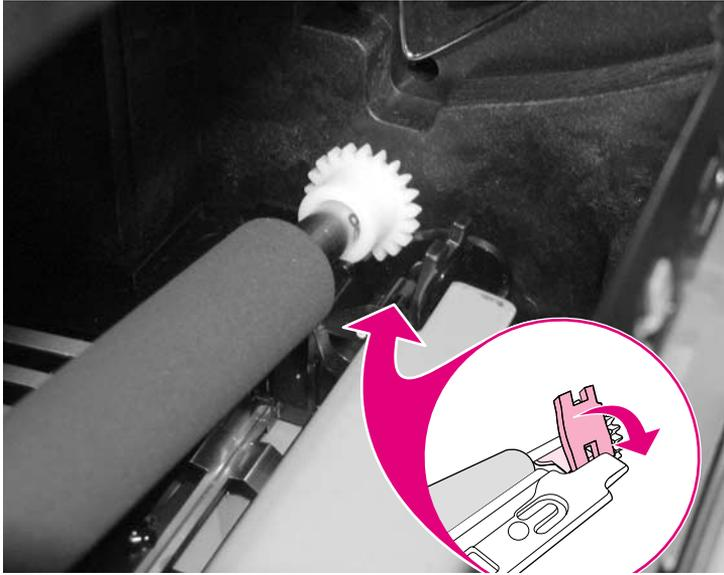

Figure 4
- 4 Dégagez la partie gauche du rouleau de transfert en la soulevant. Retirez le rouleau de l'imprimante (figure 4).